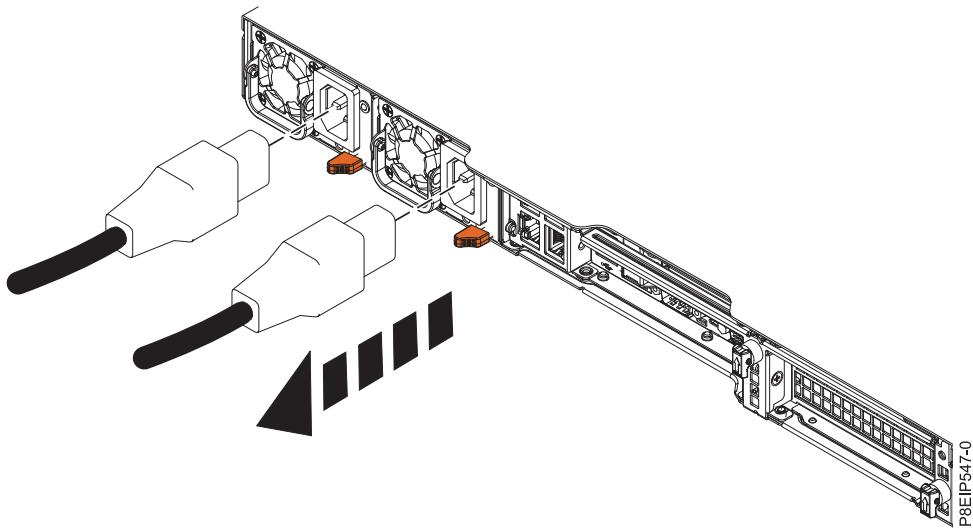

図 86. システムからの電源コードの取り外し
2. 電源コードにラベルを付けて、システム装置から切り離します (図 86 を参照)。